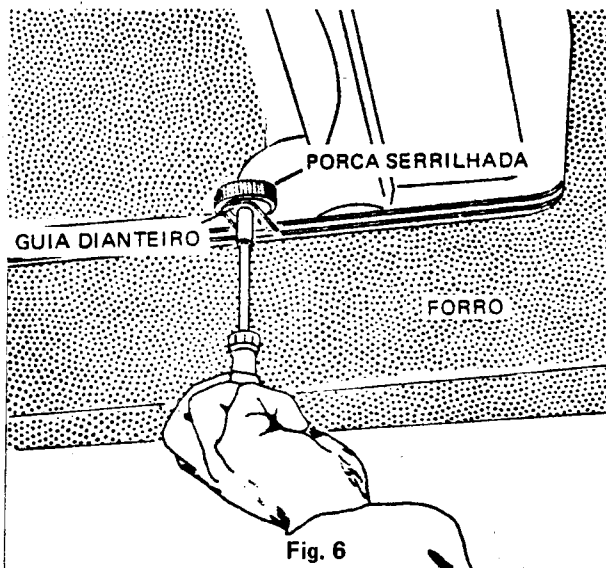

Fig. 6
- 2 – Remover os guias da esquerda e direita (Fig. 6).